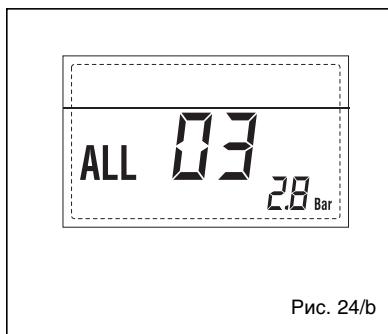

Рис. 24/б
– НЕПОЛАДКА ДАТЧИКА САНТЕХНИЧЕСКОЙ ВОДЫ, «ТРЕВ 04» (рис. 24/с)